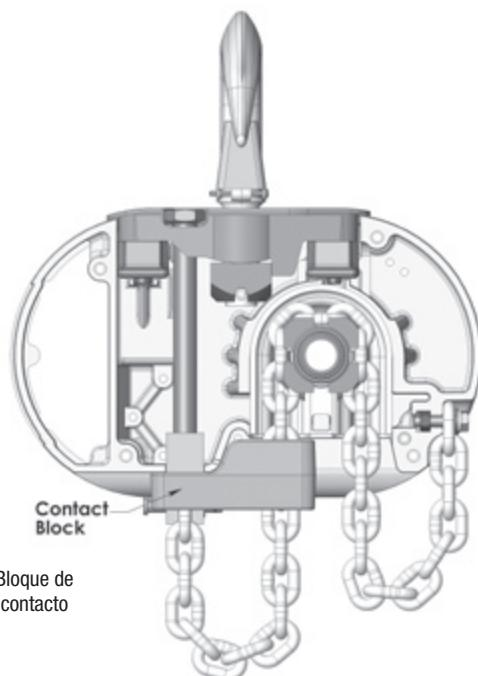

Figura 8. Bloque de contacto utilizado en los modelos R, R-2, RR y RR-2
- En modelos E, E-2, H y H-2, inserte el último eslabón de la cadena de carga dentro del clip de alambre (2) y asegúrelo con el pasador de rescate, rondana y chaveta que se fijan con la suspensión.
- En los modelos R, R-2, RR y RR-2, quite el clip insertando un desarmador a través de un eslabón de la cadena y haciendo palanca contra la parte inferior del polipasto. Deslice el block de contacto hacia arriba por la cadena hasta que esté apoyado contra la parte baja del polipasto y la horquilla de rescate cadena se proyecte a través de la abertura cuadrada de la parte inferior del block. Inserte el ultimo eslabón de la cadena de carga (asegúrandose de que no haya torceduras entre la trabe de gancho y la horquilla de rescate cadena) en la horquilla de rescate cadena se proyecte a través de la abertura cuadrada de la parte inferior del block. Inserte el ultimo eslabón de carga (asegúrandose de que no haya torceduras entre la trabe y la horquilla de gancho y la horquilla de rescate cadena) en la horquilla rescate cadena, empuje el block de contacto ligeramente hacia arriba y fije a la cadena de carga a la horquilla del rescate cadena utilizando el pasador de rescate, rondana y chaveta que se suministran con la suspensión. El pasador de rescate también soporta el block de contacto (vea Figura 8)